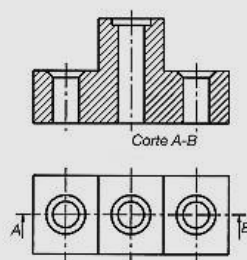

figura 13
- 6 En una de las vistas distinta a la del corte (**figura 13**):
El **corte** (**figura 13**) representa la parte del objeto situada detrás del plano secante (con relación a la dirección de observación).